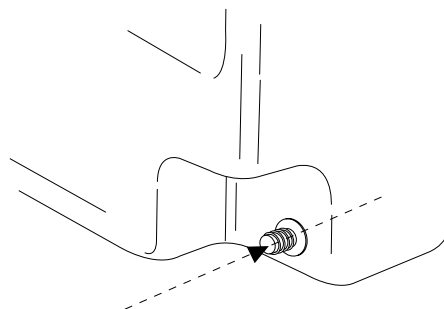

Fig. 2
1. Perfure o reservatório no interior do bico (Fig. 2).